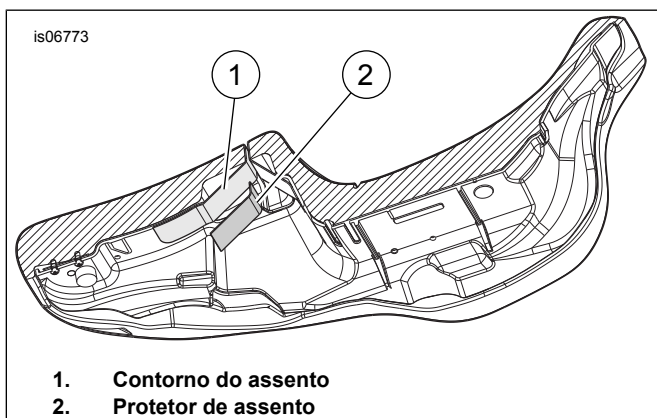

Figura 12. Parte inferior do assento
13. Ver Figura 12. Verifique qual é a forma coberta pela superfície do protetor de assento (2), e molde-o com cuidado para que se adapte melhor aos contornos do assento (1).